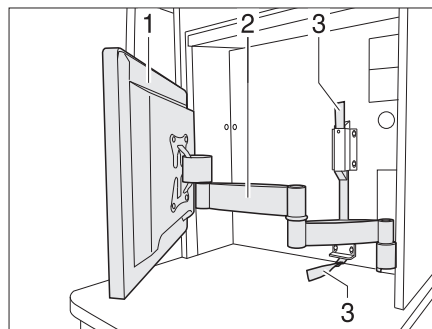

Fig. 64 Pantalla plana con brazo articulado
- Tirar de la cinta textil (Fig. 64,3) para desbloquear el brazo articulado (Fig. 64,2).
- Girar la pantalla plana (Fig. 64,1) a la posición deseada.